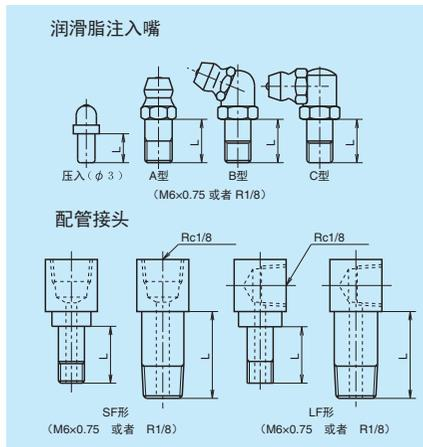

图 7 润滑脂注入嘴和专用配管接头
(1) 润滑用零部件的种类
润滑剂注入嘴和专用配管接头如图 7、表 10 所示。NSK 根据双密封、护板、NSK K1 等及防尘零件，备有颈长 (L) 不同的润滑零件，将满足用户要求的防尘型号的润滑用零件组装、交货。